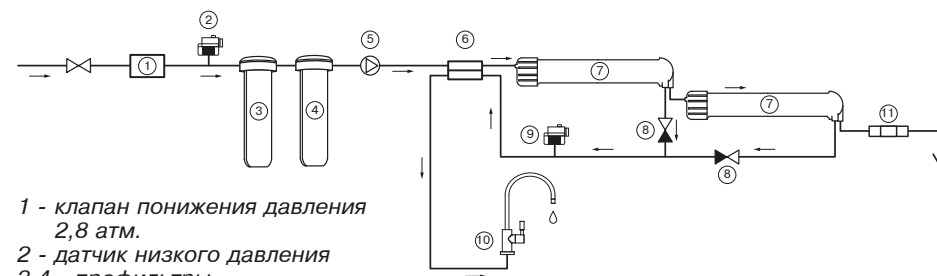

Рис. 1
3. С помощью ключа открутите колбы префильтров поз. 3,4 на рис. 1. Для этого одной рукой придерживайте систему, другой поверните ключ.
3. Отстыкуйте трубку от крышки корпуса мембраны (поз. 8 на рис. 1).